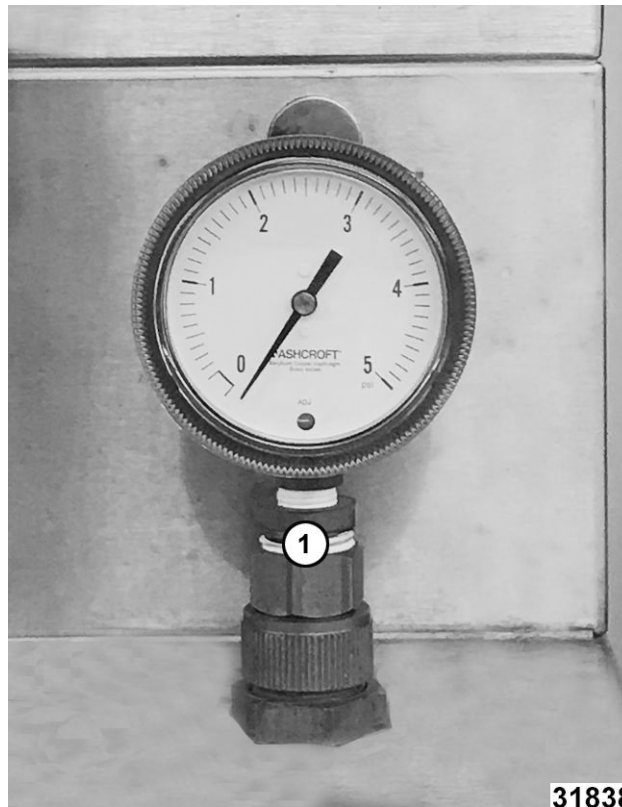

Fig. 57
**CURRENT PRODUCTION SHOWN (1, Fig. 57)**